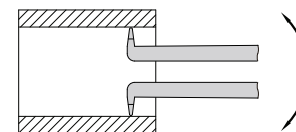
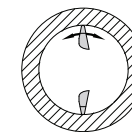

fig.2
fig.3
4. Modo de empleo: presione la palanca de accionamiento para reducir la distancia entre las dos puntas de medición hasta que sea inferior al diámetro interior que se desea medir. Introduzca el calibre en el diámetro interior, suelte la palanca de accionamiento para que las dos puntas de medición entren en contacto con el diámetro interior y mueva ligeramente el calibre a lo largo del eje y del radio del diámetro interior para encontrar el mínimo axial (fig. 2) y el máximo radial (fig. 3). Obtendrá el resultado en el calibre. Al medir la anchura, busque el valor mínimo y obtenga el resultado.